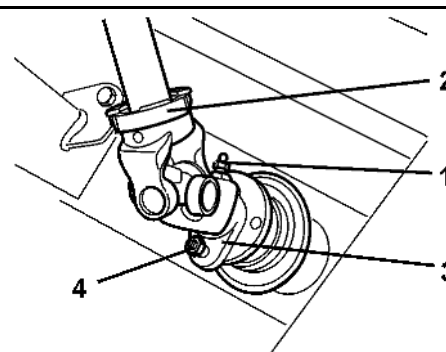

Рис. 59
9. Надвиньте половину защитной крышки (Рис. 59/1).
10. Поверните защитный раструб (Рис. 59/2) в положение блокировки.
11. Вверните фиксирующий винт (Рис. 59/3).